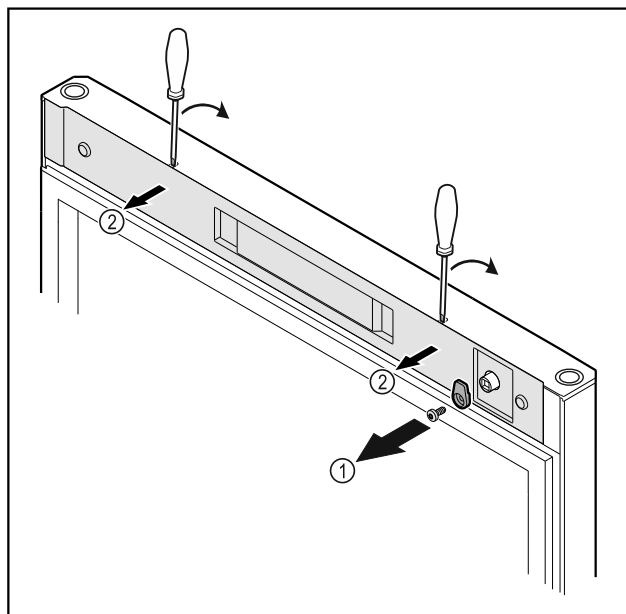

Fig. 11
- Odkręcić haczyk zamykający Fig. 11 (1).
- Osłonkę Fig. 11 (2) podważyć matym śrubokrętem i zdjąć.